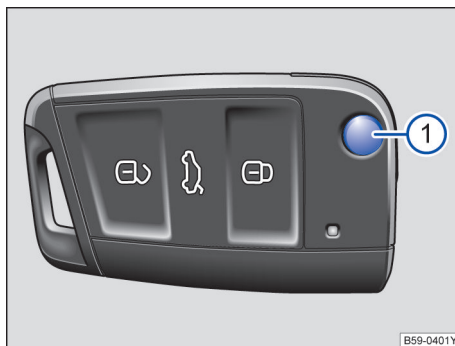

图 40 遥控钥匙
按压按钮 → 图 40① 即可解锁并翻开钥匙头。
如短时间内反复按压汽车钥匙上的按钮 → 图 40 或中央门锁某个按钮 → 第 49 页，则中央门锁系统将暂时关闭，防止系统过载，此时汽车处于解锁状态，必要时闭锁汽车。